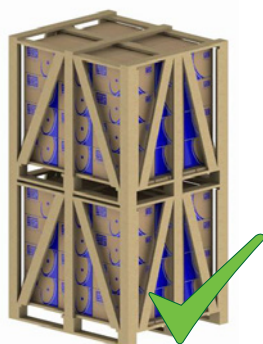
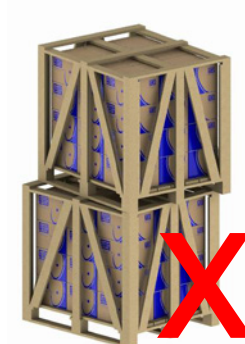

Figura 25 - Montagem adequada.
Figura 26 - Montagem inadequada.
- 2) Posicionar corretamente uma embalagem sobre a outra (ver Figura 25 e Figura 26).